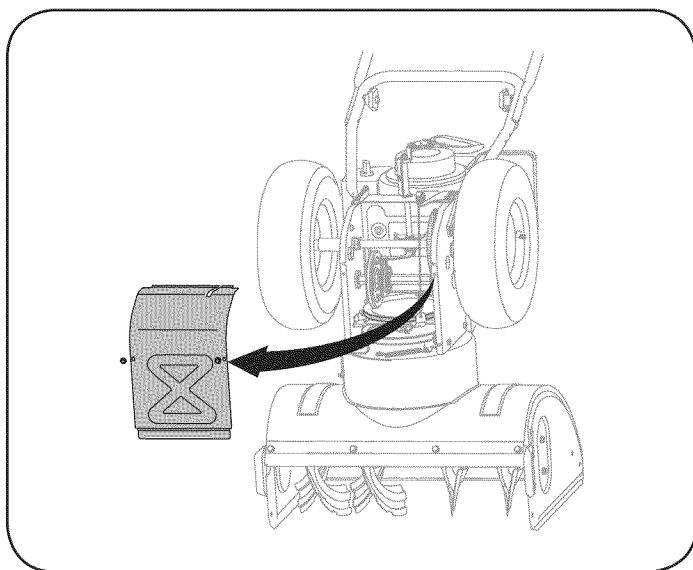

Figura 25
5. Saque la cubierta del marco desde debajo de la máquina quitándole retirando los cuatro tornillos autorroscantes que la aseguran. Vea la figura 25.
5. Saque la cubierta del marco desde debajo de la máquina quitanieve retirando los tornillos autorroscantes que la aseguran. Vea la figura 25.